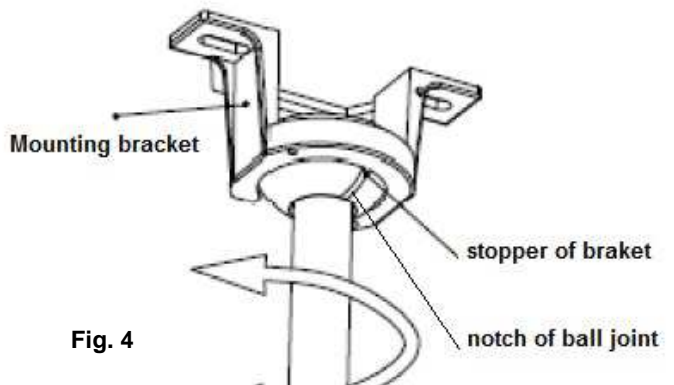

Fig. 4
2. Til de ventilator op de montagebeugel. Fig. 4